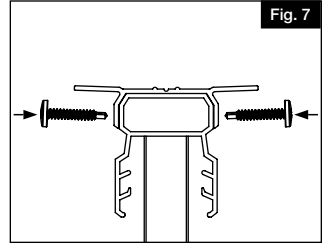

Fig. 7
- b. Using #8 square drive screws provided, and secure the adapter to the rail (Fig. 7). Screws must be used 1" from each bracket on both sides of the rail and on both ends of the rail section. Pre-drill using $\frac{1}{8}$ " bit for best results.
- b. Utiliser les vis à tête carrées n°8 fournies, et fixer l'adaptateur à la rampe (Fig. 7). Les vis doivent être utilisées à 1" de chaque support sur les deux côtés de la rampe et sur les deux extrémités de la section de la rampe : Percer à l'aide d'un bout de 1/8" pour de meilleurs résultats.